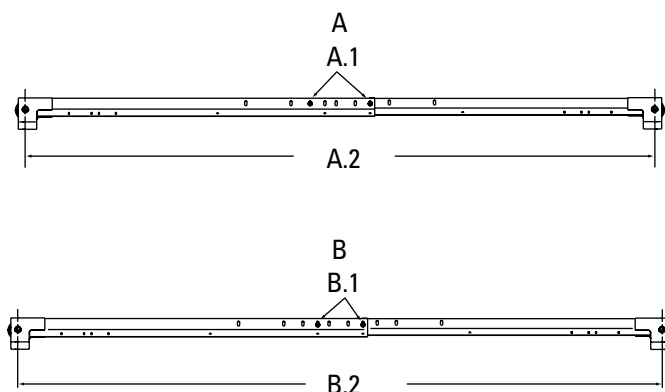

Fig. 8
8. Assemblaggio della traversa superiore: Montare la struttura superiore, Fig. 8. Regolare sulla giusta lunghezza. Montare le (4) viti cilindriche a testa esagonale e i controdadi flangiati (2 su ogni lato). NON STRINGERE.
Dettaglio fig. 8